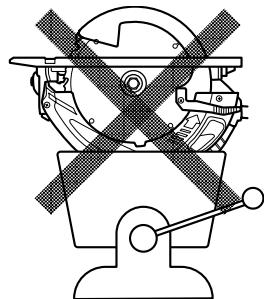

Fig. 7
- 24. No intente nunca cortar colocando la sierra circular de manera invertida sobre un banco de trabajo.** Esto es sumamente peligroso y puede producir accidentes de gravedad. (Fig.7)